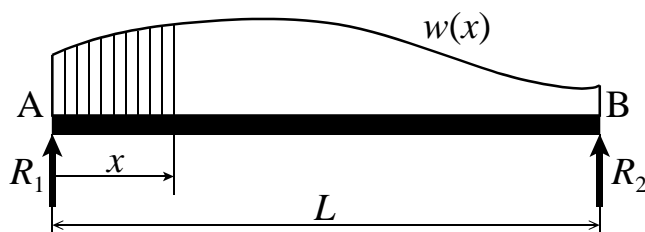

図 17: 分布荷重を受ける両端単純支持はり
まず、1.3 の話を思い出してください。1.3 では、図 17 のように任意の分布荷重を受けるはりのせん断力分布と曲げモーメントの分布を求めました。この場合の反力 (式 (23))、せん断力 (式 (24))、曲げモーメント (式 (26)) は次の式で与えられました。
たわみ角とたわみの関数の具体的な計算は省略しますが、前に導いた二つの式が容易に導かれます。試しに $w(x) = w_0x/L$ を用いて点 A での反力を計算してみましょう。図 17 の積分で $f(x)$ の代わりに $w(x)$ を用いると